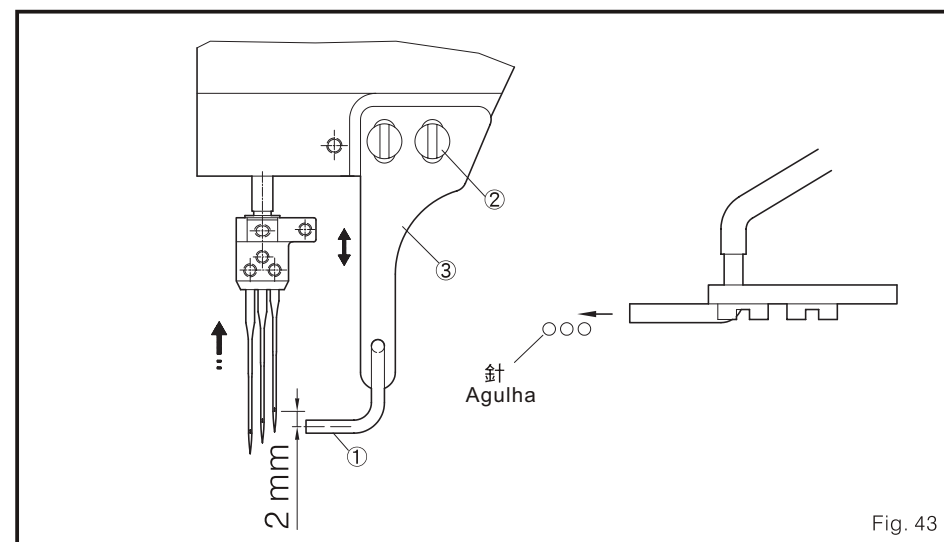

Fig. 43
1. Ajustar o golpe do refilador inferior (fig. 43)
1. Quando a agulha esteja no ponto morto superior, a posição vertical do nivelador de soprado de ar 1 esta no centro na casa de botão 1.2mm, mais baixo no centro da casa de botão da agulha reta e também o mencionado nivelamento atrás da casa de botão da agulha (Fig. 43)